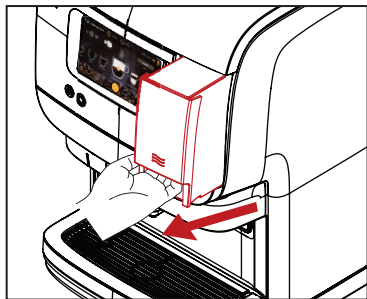

Bild 1
1. Ta bort vattentanken genom att lyfta lätt och dra rakt ut. (Se bild 1)